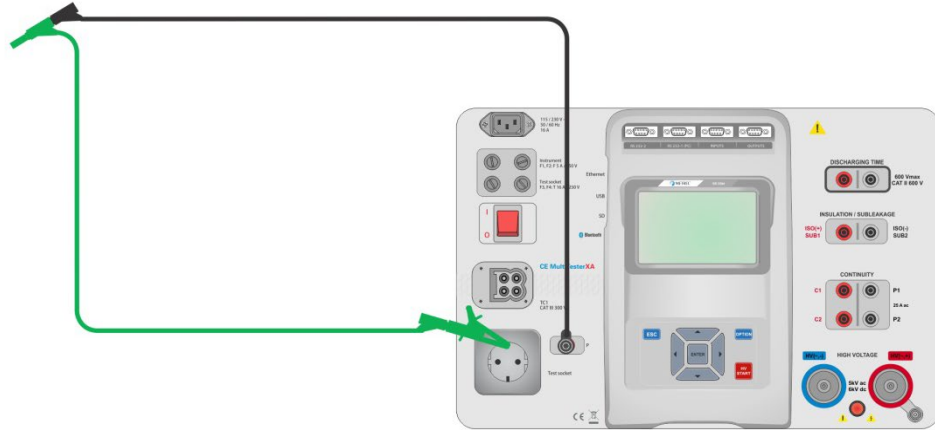

Figure 6.20: Fils de test en court-circuit
- Connectez les fils de test à l'instrument et court-circuitez les fils de test ensemble, voir Figure 6.20.